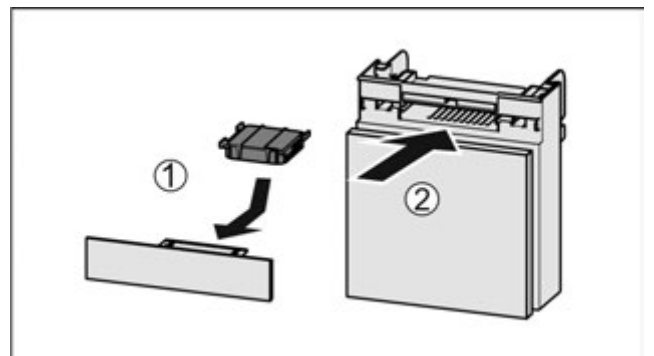

Fig. 100
- ▶ Вставити фільтр з активованого вугілля за малюнком Fig. 100 (1).
- ▶ Вставити відділення Fig. 100 (2).